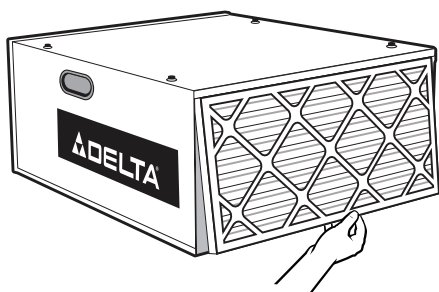

FIG. 2A
2. Retirer le filtre externe en soulevant le bas et en tirant vers l'extérieur (Fig. 2A).